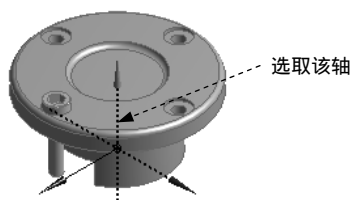

图 3.4.33 定义轴参考
(1) 选择轴参考元素。单击以激活 **Axis** 文本框, 选取图 3.4.33 所示的轴线为参考元素, 单击 **Apply** 按钮确认。
(2) 定义参数。在 **FD2, Angle** 文本框中输入圆形阵列角度数值, 此处采用系统默认设置, 在 **FD3, Copies (>0)** 文本框中输入数值 3。